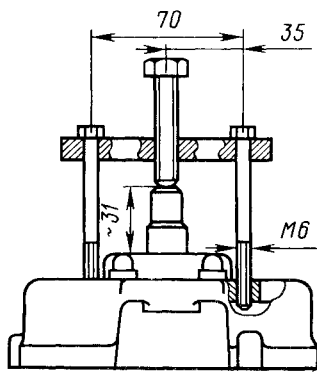

Рис. 195. Снятие передней крышки генератора
- при необходимости снять с вала ротора переднюю крышку вместе с подшипником, используя резьбовые отверстия в крышке и специальное приспособление (рис. 195).